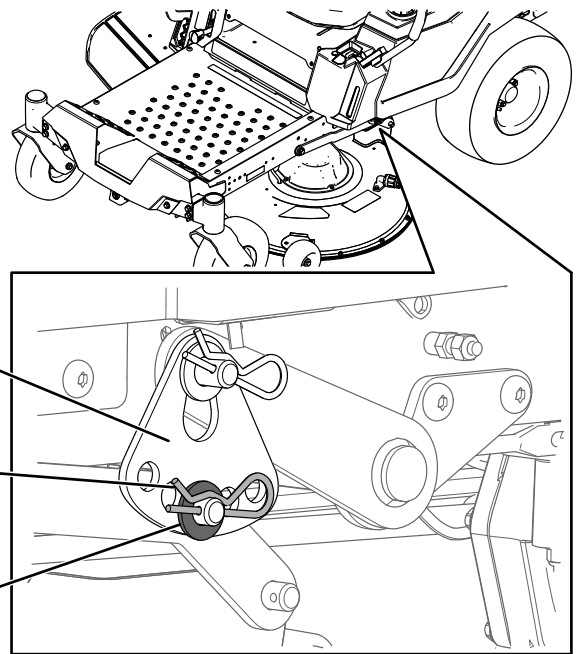
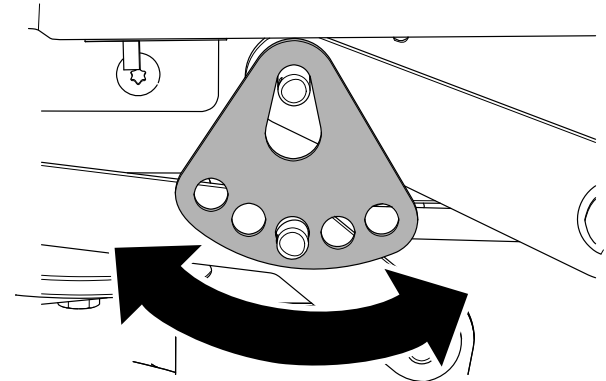

**Bild 67**
**Bild 68**
4. Legen Sie zwei 6,6 cm dicke Blöcke an jeder Seite unter die vordere Kante des Mähwerks, jedoch nicht unter die Halterungen der Antiskalpierrollen (**Bild 67** oder **Bild 68**).
5. Legen Sie zwei 7,3 cm dicke Blöcke unter die hintere Kante des Mähwerks, einen an jeder Seite des Mähwerks (**Bild 67** oder **Bild 68**).